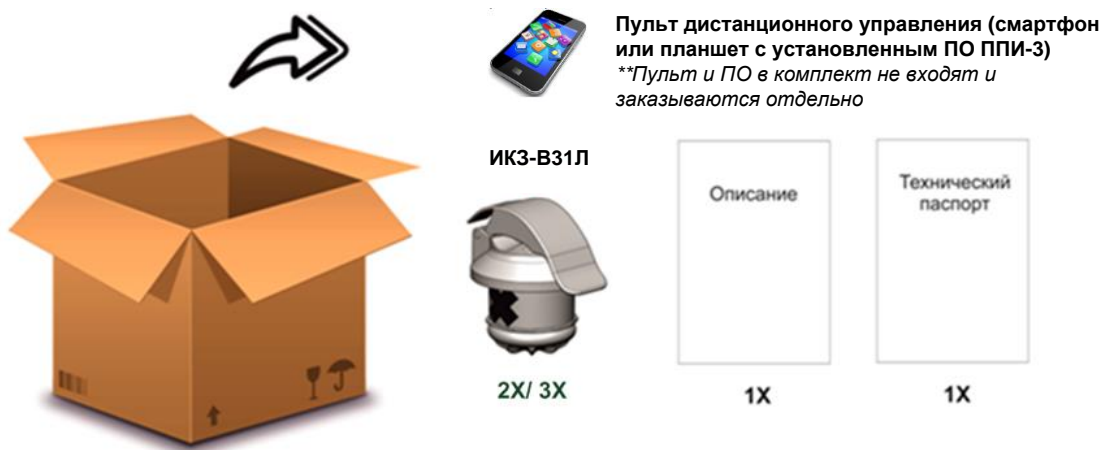

Рисунок 9 – Состав поставки комплектов индикаторов ИКЗ-В31Л-В2/ ИКЗ-В31Л-В3
1.7.2 Виды комплектности приведены в таблице и на рисунке (Таблица 4, Рисунок 9).